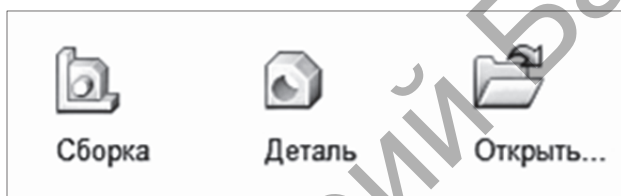

Рисунок 8.1
1. Для создания модели новой детали выполните команду «Файл→→Создать» или на стандартной панели щёлкните на кнопке «Создать» и в открывшемся окне в качестве типа нового документа выберите вариант «Деталь» (рис. 8.1).